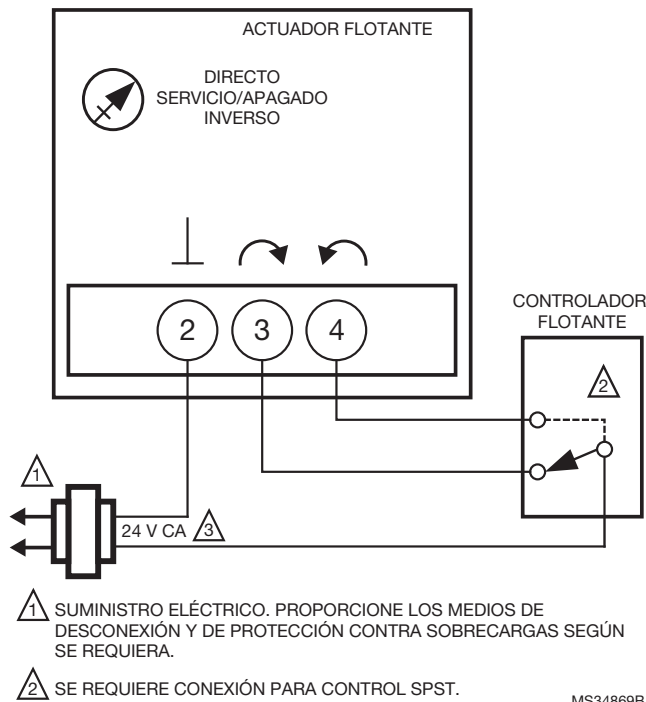

Fig. 17. MN6105 con control SPDT de encendido/apagado.
2. Conecte el actuador usando las Fig. 17 a 41 como guía para la aplicación requerida.